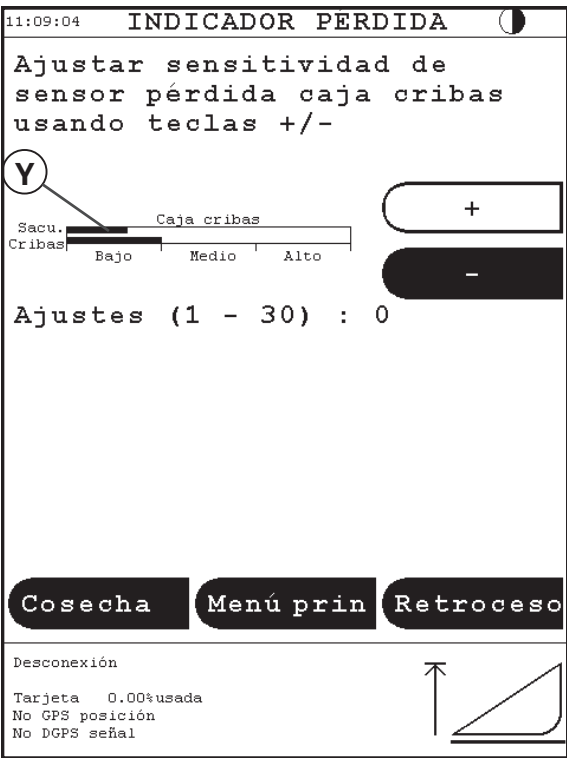

Fig. 3
Use el mismo procedimiento para ajustar la barra (Y), referente al cajón de cribas, Fig. 3.